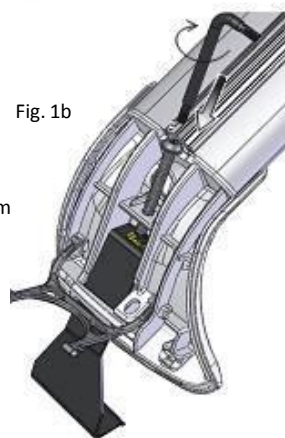

Fig. 1b
4. Use the supplied "L" wrench to feed the bolts into the cage nuts. (Fig. 1b) The "L" wrench is located inside the end support.
4. Utiliser la clé en "L" fournie pour insérer les boulons dans les écrous à cage. (Fig. 1b) Le « L » clé est situé à l'intérieur de l'appui.